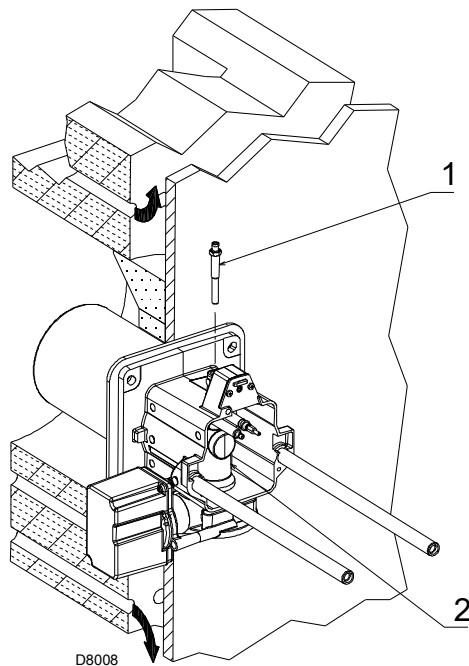

图 15
- ▶ 拆下螺丝 1)( 图 15)
- ▶ 取出燃烧头的内部部件 2)( 图 15)，进行调节。
安装进行到这一步，燃烧头已经固定到锅炉上，如图 15 所示。只需根据燃烧器的最大出力对燃烧头进行设定，这样很容易操作。